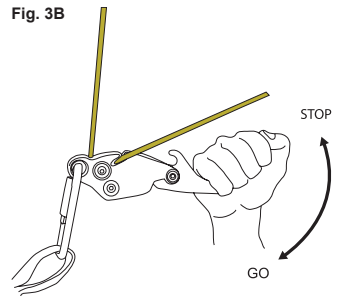

Fig. 3B
7. La velocità di discesa viene controllata con una mano sulla maniglia e l'altra mano che tiene la fune al di sotto del dispositivo. Iniziare con la fune all'angolo a valle della fessura come mostrato nella fig. 3B. Spostando la maniglia verso il basso, si aumenta la velocità. Muovendo la maniglia verso l'alto o rilasciandola si arresterà la discesa. Per aumentare o ridurre l'attrito, spostare la fune nella
mano che tiene la fune al di sotto del dispositivo. Iniziare con la fune ad angolo all'uscita della fessura. Con il discensore capovolto, la discesa si inizia tirando la maniglia verso l'alto, fig. 7, e si arresta muovendo la maniglia verso il basso o rilasciandola. Per aumentare o ridurre l'attrito, spostare la fune nella parte stretta della fessura o allontanarla come mostrato in fig. 3B. È essenziale tenere sempre una mano sulla fune al di sotto del discensore per aver un miglior controllo della discesa.